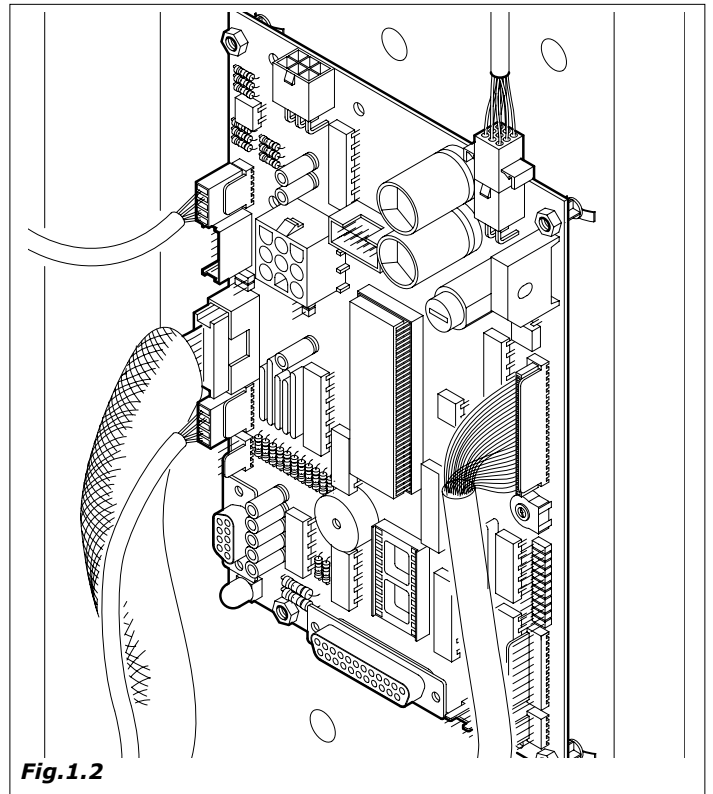

Fig.1.2
- versión del programa contenido en el microprocesador (etiqueta adhesiva que hay colocada sobre un componente de la placa Master). (Fig.1.2).